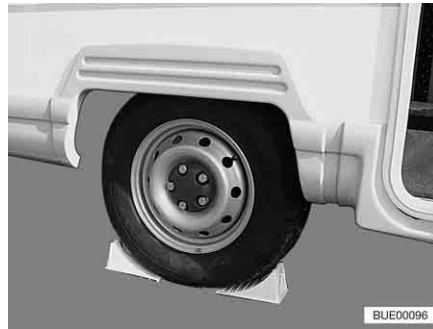

Fig. 284 Asegurar el vehículo
- Colocar las cuñas de calzo u objetos similares adecuados debajo de la rueda opuesta para asegurar el vehículo (Fig. 284).